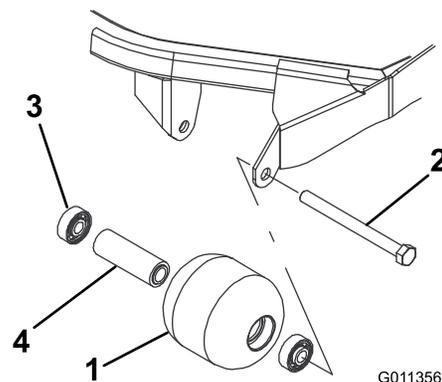

Рисунок 91
1. Снимите болт крепления валика (Рисунок 91).
4. Осмотрите корпус, подшипники и распорную втулку подшипника валика на наличие повреждений (Рисунок 91). Замените поврежденные компоненты и соберите узел.
1. Запрессуйте передний подшипник в корпус валика (Рисунок 91). Прикладывайте усилие только к наружному кольцу или одинаковое усилие к внутреннему и наружному кольцам.
2. Вставьте втулку подшипника (Рисунок 91).
3. Запрессуйте второй подшипник в корпус валика (Рисунок 91), нажимая с одинаковым усилием на внутреннее и наружное кольца до тех пор, пока внутреннее кольцо не войдет в контакт с втулкой.